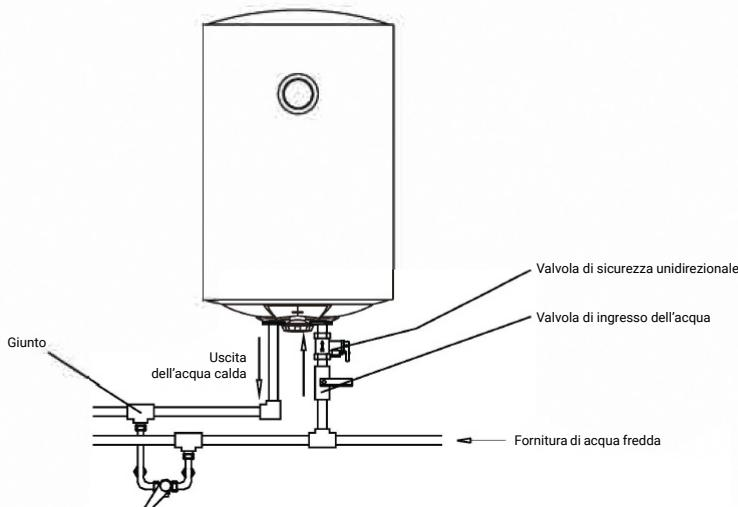

Fig. 4
- Se gli utenti desiderano realizzare un sistema di approvvigionamento idrico multiplo, il modo per farlo è mostrato in fig.4 con i collegamenti dei tubi.